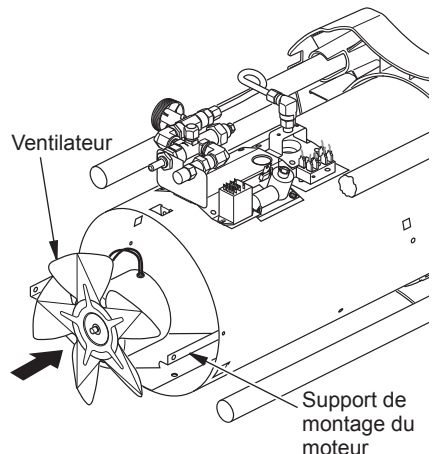

Figure 8 - Ventilateur et moteur retournés pour le nettoyage
- Retournez le moteur et le ventilateur. Placez le moteur et le ventilateur dans l'habillage par l'arrière. *Remarque : Le moteur ira dans l'habillage en premier* (voir figure 8).
- Alignez les trous de montage arrière de l'habillage avec le premier trou sur chaque côté du support de montage du moteur (voir figure 8). *Remarque : Quand les trous sont alignés, le ventilateur doit être en dehors de l'habillage.*